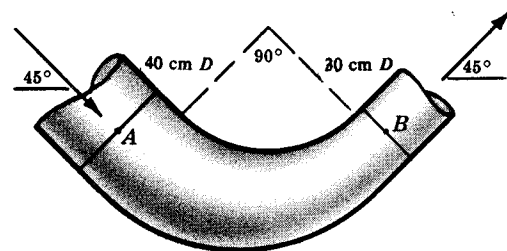

Fig. 11-18
72. Por un codo reductor vertical (véase Fig. 11-18) circulan 350 l/seg de un aceite, $D_r = 0,85$, con una presión a la entrada del codo en A de $1,40 \text{ kg/cm}^2$. El diámetro en A es de 40 cm y en B de 30 cm y el volumen entre A y B de $0,10 \text{ m}^3$. Despreciando el rozamiento, determinar la fuerza sobre el codo.